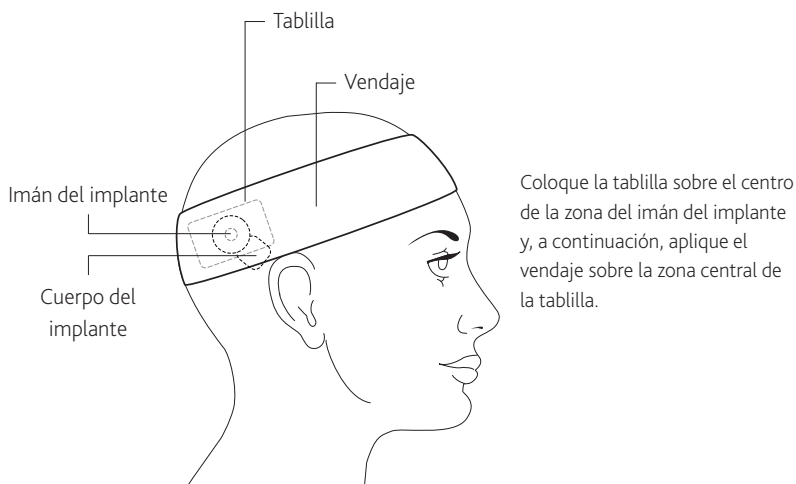

Figura 6: Colocación de la tablilla y del vendaje de compresión del kit de RMI
2. Utilice el vendaje elástico de compresión del kit de RMI y asegúrese de que el centro del vendaje se encuentra sobre la zona del imán del implante y de que la tablilla queda totalmente cubierta. Consulte la **Figura 6**, mostrada a continuación.